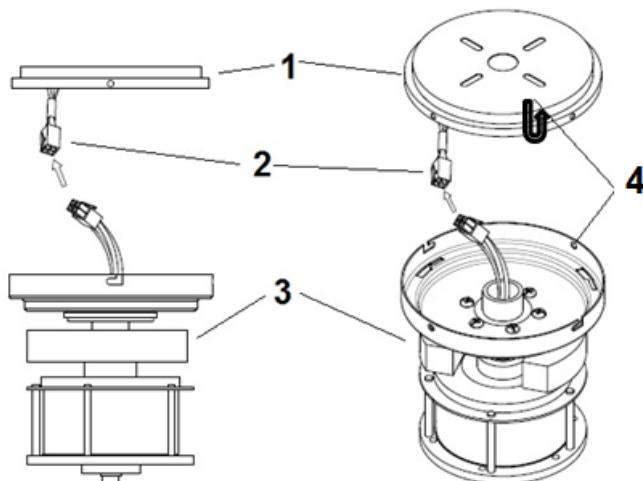

Fig. 3
- 모터 모듈을 들고 배선 작업을 진행할 수 없기에, 마운팅 브라켓에 있는 J-hook(4)에 모터 모듈에 있는 구멍(4)을 걸어줍니다. Fig. 3
- 양손을 사용하여 모터 모듈 커넥터(2)와 마운팅 브라켓 커넥터(2)를 연결합니다. Fig. 3